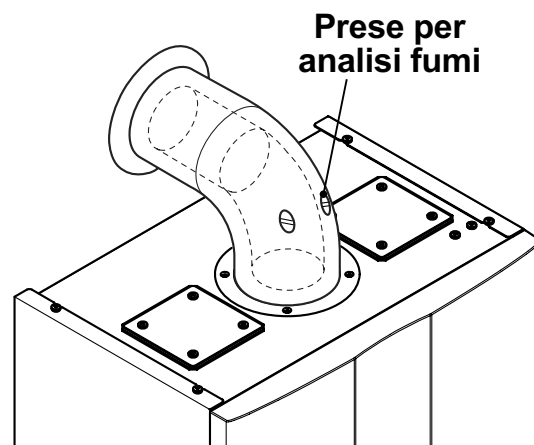

Figura 7.1
- Collegare un analizzatore fumi alle prese di analisi fumi poste sugli scarichi fumi della caldaia Figura 7.1 .